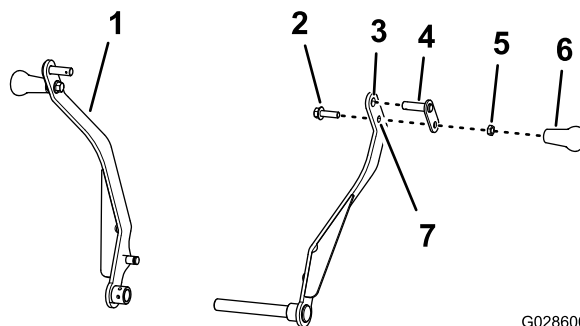

Figura 15
1. Introduzca el pasador de giro a través del orificio superior en el brazo de sujeción (Figura 15).
3. Monte el perno (3/8" x 1 1/4") a través del taladro inferior del brazo de sujeción y la pletina de retención del pasador de giro (Figura 15) con la
4. Enrosque el pomo en el perno (3/8" x 1-1/4"), y apriete el pomo contra la contratuerca a mano (Figura 15).
5. Repita los pasos 1 a 4 en el otro brazo de sujeción (Figura 15).